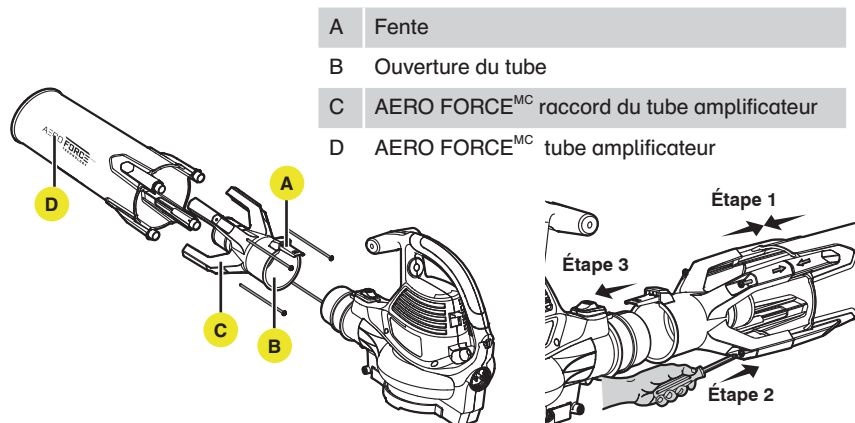

Fig. 1
- Faites glisser le raccord du AERO FORCE^{MC} tube amplificateur vers l'avant jusqu'à la languette sur le boîtier de la souffluse clique dans les fentes sur le tube. (Fig. 1)